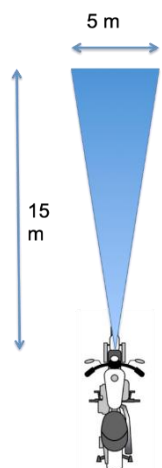

Figure 3
- à partir de la figure 3, dessin de l'angle d'éclairage d'un phare classique (représenter cette zone d'éclairage en bleu) ;